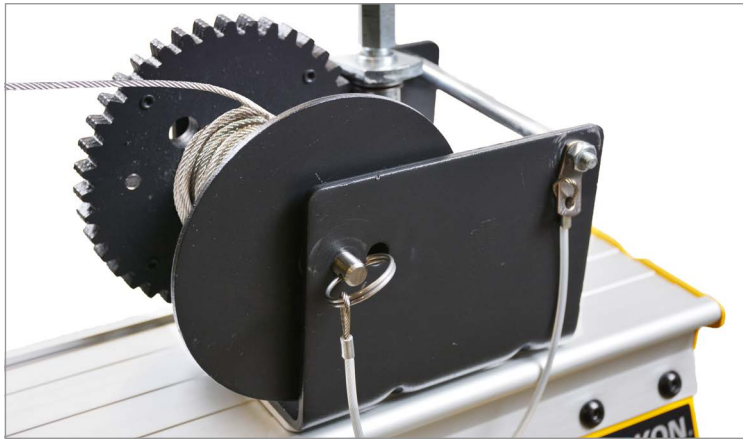

FIGURA 44: Instale uma nova bobina usando o pino de liberação rápida
- Instale a nova bobina no guincho, com o cabo pendurado na parte superior. Prenda no lugar com o pino de liberação rápida (Figura 44).